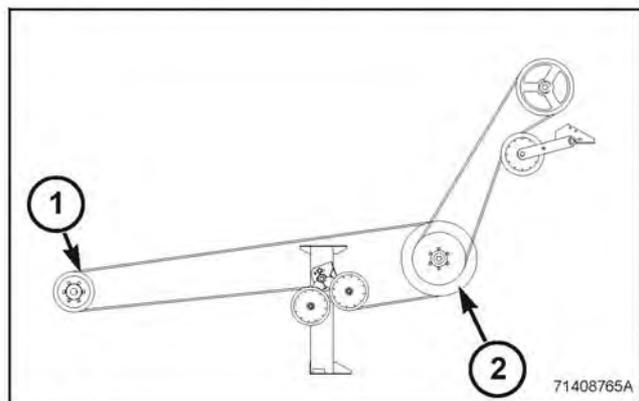

FIG. 129
FIG. 129: Cuando la polea menor (1) se instala en el eje del picador y la polea mayor (2) se instala en el contraeje, el rotor del picador girará a alta velocidad (2949 rpm).